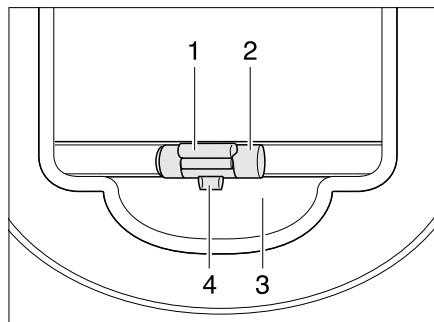

Bild 28 Verdunklungsrollo
**Schließen:** ■ Das Verdunklungsrollo am Griff (Bild 28,2) nach unten ziehen und einrasten lassen.
**Öffnen:** ■ Das Verdunklungsrollo am Griff (Bild 28,2) leicht nach unten ziehen und die Entriegelungsleiste (Bild 28,1) nach außen drücken. Die Verriegelung (Bild 28,4) löst sich aus der Aufnahme (Bild 28,3).